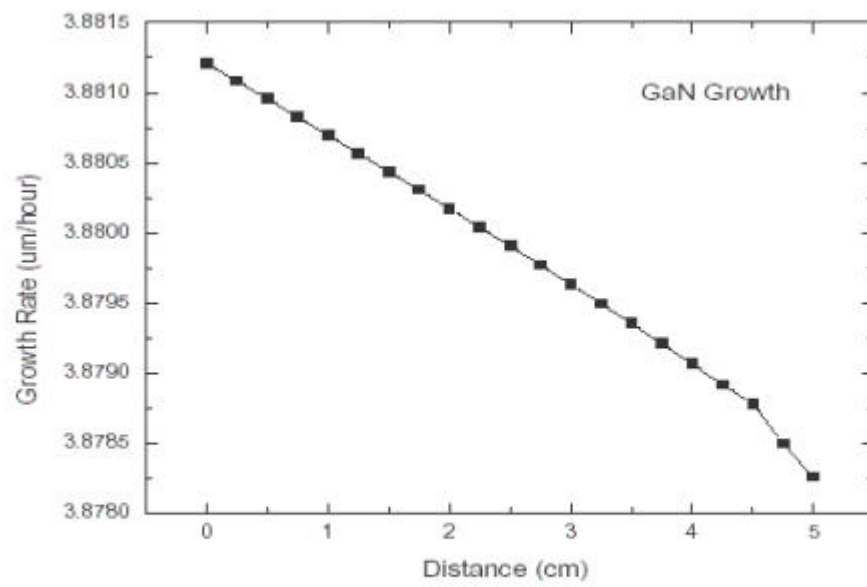

図 8 PROCOMによるGaN成膜解析例 位置と結晶成長レートの関係
- (8) 図8はGaN成膜モデルの2次元解析結果で結晶成長レートと位置の関係です。